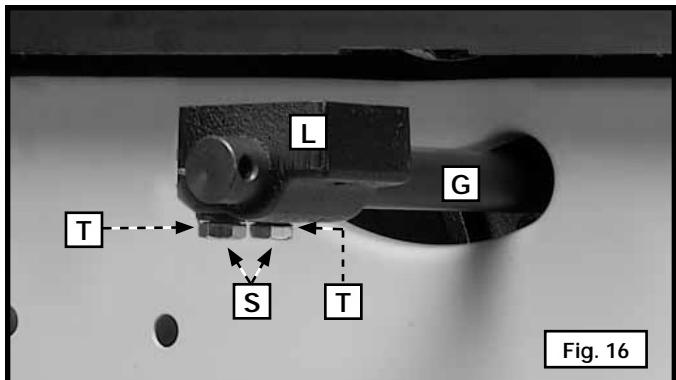

Fig. 16
8. Fixer lâchement le support inférieur (L) fig. 16 à la tige (G) avec deux vis à tête hexagonale de 7,9 mm-18 x 12,7 mm (5/16 po x 1/2 po) (S) et deux rondelles de blocage de 7,9 mm (5/16 po) (T) à partir du dessous du support (L).